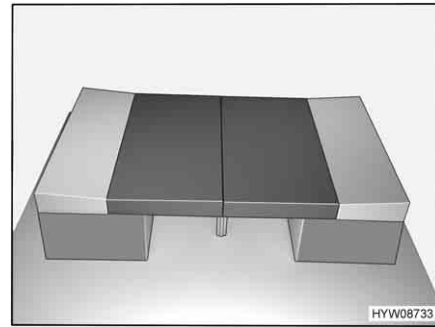

Bild 90 Nach dem Umbau
- Die Rückenpolster zwischen die Sitzpolster und die Wand legen (siehe Bild 90).